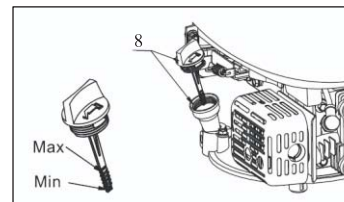

Fig. 6
2. Rimuovere il tappo dell'olio con la sua asta graduata (8) e pulirla con uno straccio.
3. Reinserrire l'asta graduata (8) nell'apertura senza avvitare il tappo, quindi rimuoverla per controllare il livello dell'olio.
4. Nel caso il livello sia inferiore al segno di minimo, rimuovere il tappo (8) e rimboccare con l'olio consigliato fino a raggiungere il segno di livello massimo (in basso sul collo del serbatoio dell'olio), senza eccederlo.
5. Richiudere bene il tappo (8). (vedi Fig. 6)